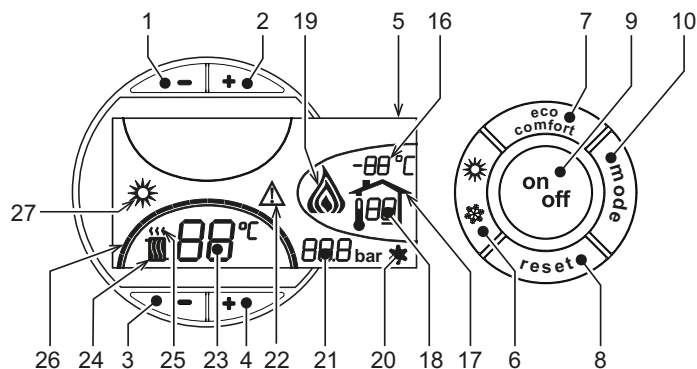
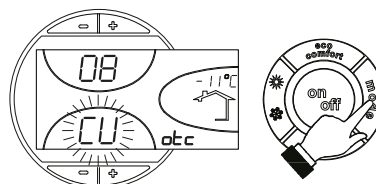
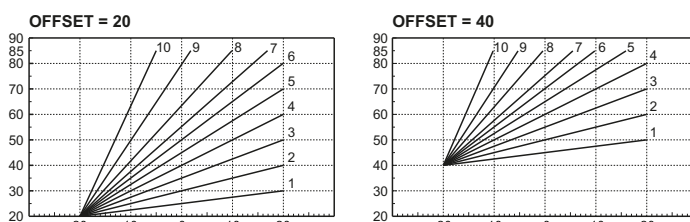

рис. 1 - Панель управления
рис. 9 - Кривая погодозависимого регулирования
рис. 12 - Пример параллельного смещения кривых погодозависимого регулирования
Нажмите клавишу **on/off** (поз. 9 - рис. 1) в течение 1 секунды.
Для повторного включения котла снова нажмите клавишу **on/off** (поз. 9 рис. 1) в течение 1 секунды.
- Нажмите кнопку ВКЛ/ВЫКЛ (9 - рис. 1)
Нажмите клавишу **Лето/Зима** (поз. 6 - рис. 1) на 1 секунду.
На дисплее высвечивается символ "Лето" (поз. 27 - рис. 1). При этом котел будет вырабатывать только воду для ГВС. Остается активной система защиты от замерзания.
Для выключения режима "Лето" вновь нажмите клавишу **Лето/Зима** (Поз. 6 - рис. 1) на 1 секунду.
Температура в системе отопления регулируется в пределах от 30°C до 80°C с помощью клавиш (дет. 3 и 4 - )рис. 1.
Температура в системе ГВС регулируется в пределах от 10°C до 65°C с помощью клавиш (поз. 1 и 2 - рис. 1).
При установке внешнего датчика (опция) на дисплей панели управления (поз. 5 - ) выводится рис. 1 текущая внешняя температура, измеряемая этим датчиком. При этом система управления котлом работает в режиме "Плавающая температура". В этом режиме температура воды в системе отопления регулируется в зависимости от внешних климатических условий с тем, чтобы обеспечить максимальный комфорт и экономию энергии в течение всего года. В частности, при увеличении температуры наружного воздуха уменьшается температура подаваемой в систему отопления воды в соответствии с определенной "характеристикой компенсации".
В режиме плавающей температуры величина, заданная с помощью клавиш регулировки отопления (поз. 3 и 4 - рис. 1), становится максимальной температурой воды системы отопления. Рекомендуется устанавливать ее на максимальную величину, чтобы позволить системе выполнять регулировку во всем полезном рабочем диапазоне.
При однократном нажатии на клавишу **Режим** (поз. 10 - рис. 1) отображается фактическая компенсационная кривая (рис. 9), которую можно изменить с помощью **клавиш системы ГВС** (поз. 1 и 2 - рис. 1).
При нажатии **клавиш регулировки температуры отопления** (поз. 3 и 4 - рис. 1) обеспечивается доступ к режиму параллельного изменения кривых (рис. 12), изменяемого с помощью **клавиш системы ГВС** (поз. 1 и 2 - рис. 1).
При повторном нажатии клавиши **Режим** (поз. 10 - рис. 1) осуществляется выход из режима регулировки параллельных кривых.
Если к котлу подключено устройство дистанционного управления с таймером (опция), вышеописанные регулировки производятся в соответствии с указаниями, приведенными в таблице 1. При этом на дисплее пульта управления (поз. 5 - рис. 1) высвечивается температура в помещении, измеряемая устройством дистанционного управления.
| Выбор режимов ECO/COMFORT                                      | При выключении режима ГВС с пульта ДУ котел переходит в режим "Эко-поту". В этих условиях клавиша Трис. 1 - на панели котла отключена.При включении режима ГВС с устройства ДУ с таймером котел устанавливается в режим Comfort. В этих условиях с помощью клавиши Трис. 1 - на панели управления котла можно выбрать любой из этих двух режимов. |